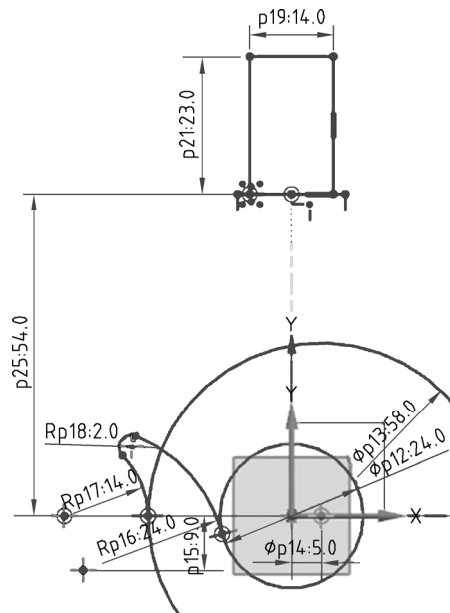

图 1-2-9 绘制矩形手柄
(5) 绘制钩柄。点击【直接草图】→【矩形】命令，绘制如图 1-2-9 所示的矩形，长 14，宽 23，定位尺寸为 54。